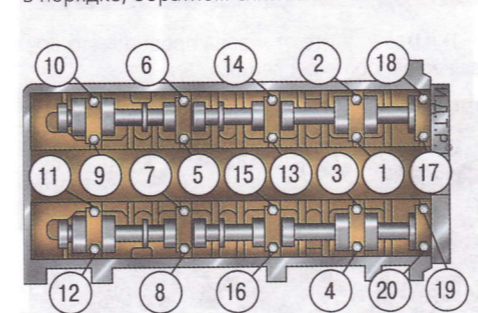

Рис. 5.15. Порядок затяжки болтов крышек подшипников распределительных валов
6. Выверните болты 3 (см. рис. 5.14) крепления крышек 4 подшипников распределительных валов в порядке, обратном показанному на рис. 5.15, и снимите распределительные валы.
12. Установите крышки подшипников распределительных валов, затяните болты их крепления и болты крепления суппорта VCT в порядке, показанном на рис. 5.15, в три этапа: